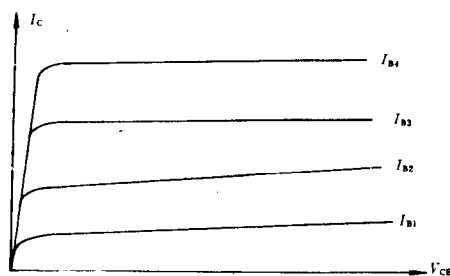

图 1-4 晶体管输出特性曲线
(7)“级/族”旋钮:用来调节每族特性曲线阶梯信号的级数,这个级数可在 $4 \sim 12$ 之间连续可变.例如图1-4所示这族输出特性曲线是由四级(条)曲线组成的.